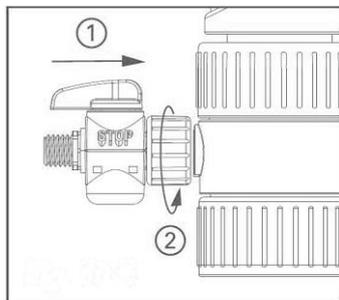

Fig.13 フローコントロールコック取付け
- ① フローコントロールコックを、角度に注意しながら本体に差し込み(Fig.13 ①)、固定ネジを時計方向に回して固定します。(Fig.13 ②)